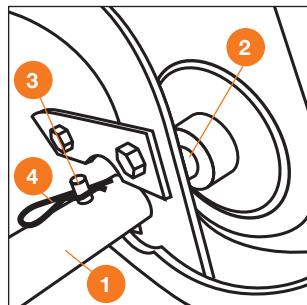

Рис. 8
5. Установка фрез на оси культиватора (рис. 8).